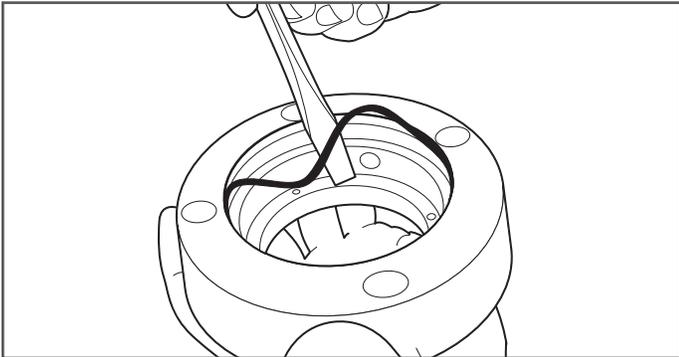

Figure 9-4
4. Déposez le joint torique intérieur de la partie centrale du raccord DoubleTrac®. Inspectez le joint torique pour détecter tout signe de déchirure, de rayure ou tout défaut visible à l'œil nu. Remplacez-le le cas échéant (Figure 9-4).